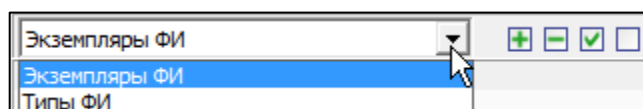

Рис. 16-18 – Выбор ФИ
8) Для выбора ФИ выбрать режим отображения в левой части окна «Прогнозирование потребности в запчастях» (рис. 16-18):